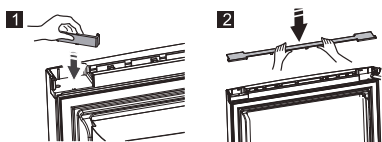

Fig. 17
17. Fig. 17 Otočte krytku horního rohu dveří o 180° a umístěte ji do pravého horního